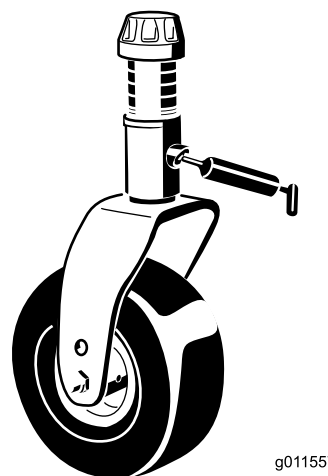

Figura 38
- 2 casquillos del eje de la horquilla de la rueda giratoria (Figura 38)